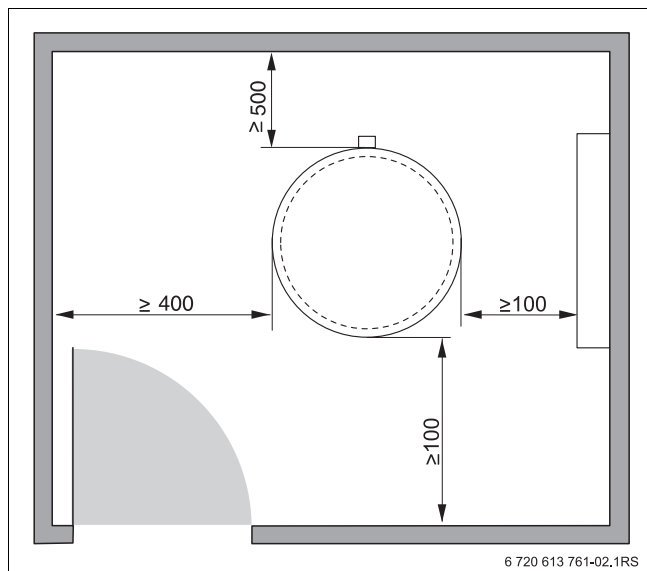

Bild 4 Empfohlene Mindest-Wandabstandsmaße
- ▶ Mindest-Wandabstandsmaße einhalten (→ Bild 4 auf Seite 6).